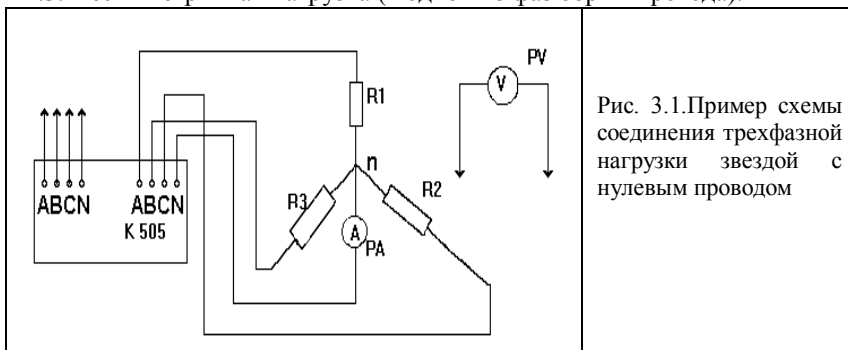
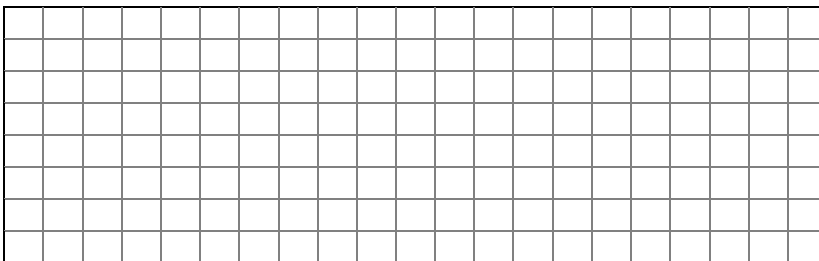

Рис. 3.1. Пример схемы соединения трехфазной нагрузки звездой с нулевым проводом
Рис. 3.2. Сетка для схемы измерения параметров трехфазной активной нагрузки, соединенной звездой
2. По указанию преподавателя в схеме, представленной в качестве примера на рис.3.1, внести изменения или составить и изобразить в рабочей тетради (сетка для рис. 3.2) одну из следующих схем включения активной нагрузки в трехфазную сеть: